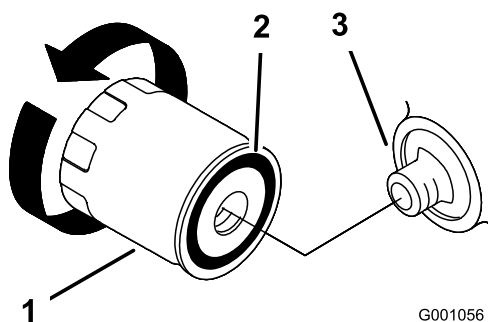

Figura 47
2. Gire el filtro en el sentido contrario a las agujas del reloj para retirarlo (Figura 47 y Figura 47).